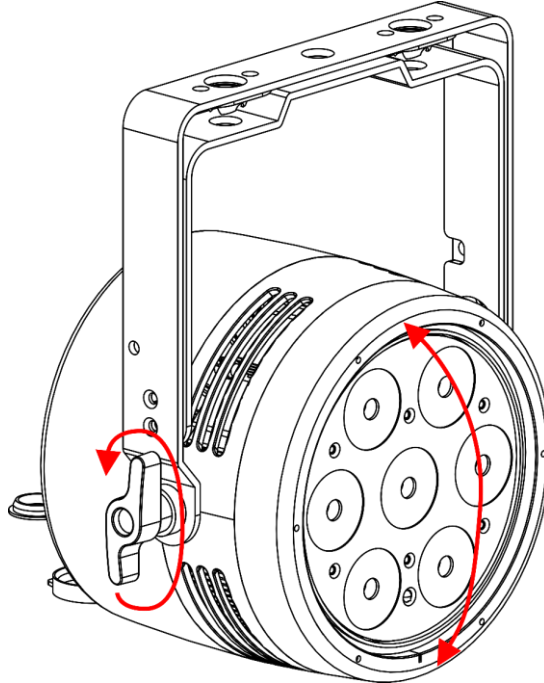

Fig. 07
- 01) Draai de **stelschroeven (01)** tegen de klok in om ze los te maken.
- 02) Kantel het apparaat in de gewenste hoek (zie Fig. 07).
- 03) Draai de **stelschroeven (01)** met de klok mee om ze vast te draaien. Zorg ervoor dat het apparaat niet vrij kan bewegen nadat de **stelschroeven (01)** zijn vastgedraaid.